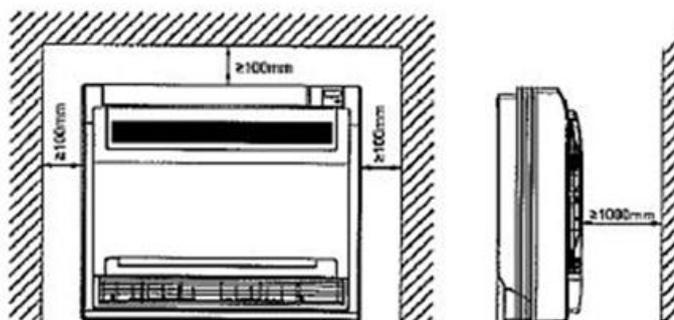

Fig. 5-1
- Spazio sufficiente per l'installazione e la manutenzione. (Vedere Fig.5-1 e Fig.5-2)